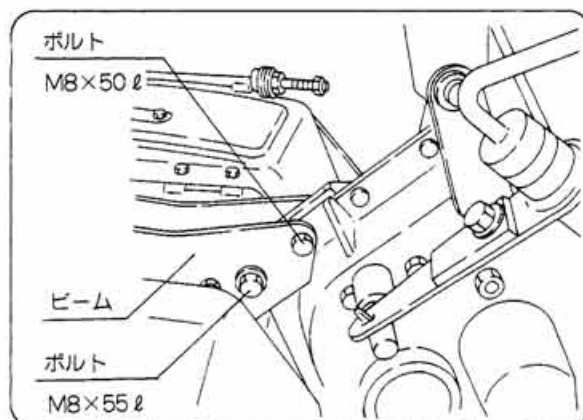

図57
① ビーム取付ボルト2本 (M8×50ℓ、M8×55ℓ 各1本) のナットをゆるめてください。(図57)